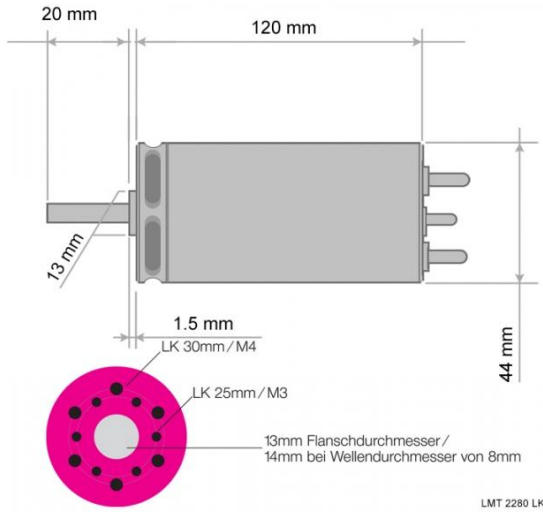

Fig. 2 – Motore Lehner 2280/40.
1. Sistema alimentazione stabilizzato e strumentato con sensori di misura di tensione e corrente per due motori elettrici (già disponibili, Fig. 2), richiedenti una tensione di esercizio massima di 48 V ed una corrente massima di 10 A, con potenza massima nominale di 500 W cadauno, costituito da:
- la struttura meccanica funge da supporto e movimentazione (manuale, a galleria spenta) di una coppia di motori elettrici (già disponibili, Fig. 2)